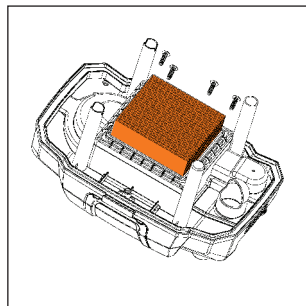

Рис. 15
- Открутите четыре винта и извлеките **HEPA**-фильтр (Рис. 15).